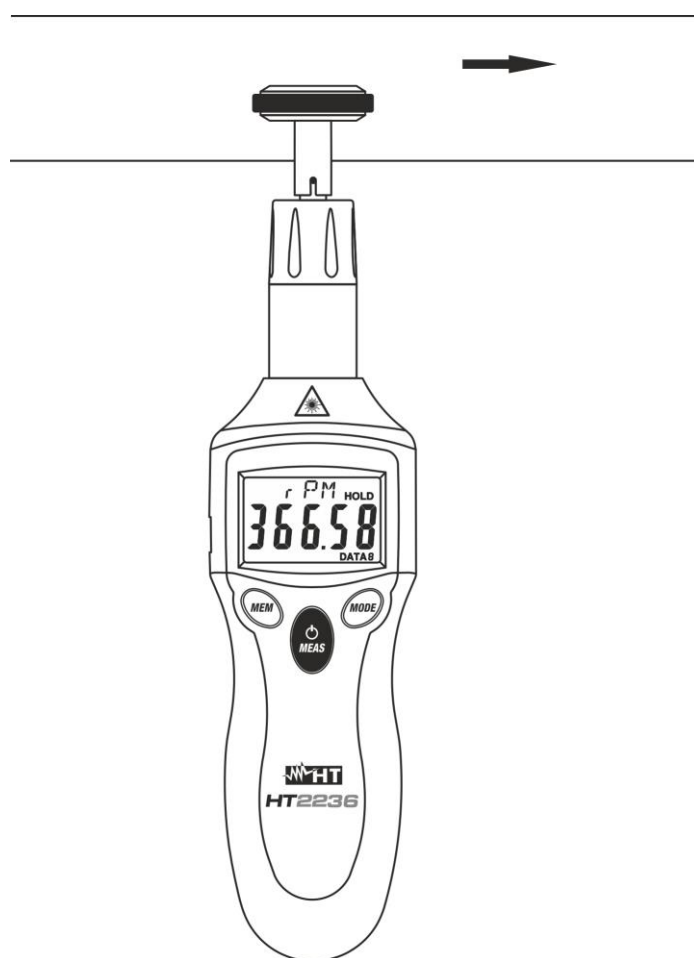

Abb. 4: Geschwindigkeitsmessung auf beweglichen Oberflächen
6. Drücken und halten Sie die Taste  **MEAS** und bringen Sie die Gummispitze in Berührung mit dem zu messenden Gegenstand (siehe Abb. 4), und führen Sie die Messung durch.